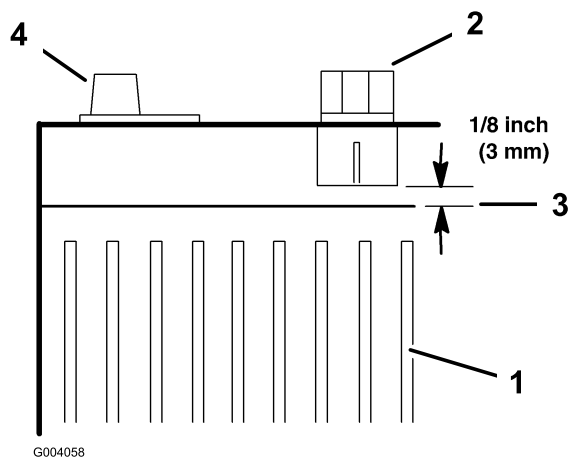

Bild 27
7. Füllen Sie genug destilliertes Wasser ein, sodass die Batteriesäure 3 mm unter der Unterseite jedes Einfüllstützens reicht (Bild 27).